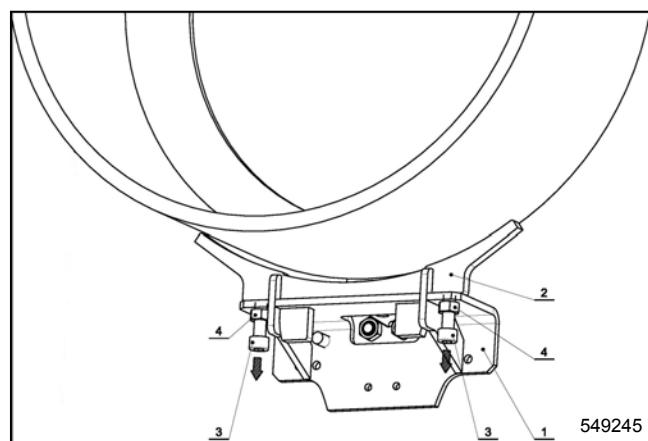

Рис.4.9.1.В
Перед вводом машины в эксплуатацию необходимо полностью опустить подвижную распорку (2) в нижнее положение – рис. 4.9.1.В. Опускание распорок (на обоих сторонах цилиндра) в нижнее положение осуществляется чередующимся отворачиванием болтов (3) после предварительного отпуска предохранительных гаек (4). После опускания подвижной распорки (2) гладильный катор не должен контактировать с подвижной распоркой (2).